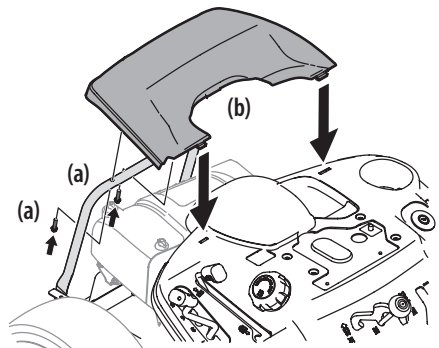

Figura 13
1. Extraiga los dos tornillos hexagonales instalados en fábrica (a) que están ubicados en la tapa trasera del motor (b). Guarde los tornillos hexagonales (a) para uso posterior. Consulte la Figura 13.
- Coloque la tapa trasera del motor (b) ubicándola en su lugar como se indica en la Figura 13. Inclíne la tapa trasera del motor (b) hacia adelante para que calce dentro de las ranuras provistas, luego rótelas hacia atrás para alinear los orificios de montaje.